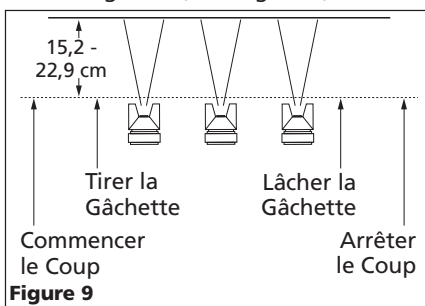

Figure 9
- Tirer correctement sur la gâchette. Commencer le mouvement au début du coup **AVANT DE TIRER SUR LA GÂCHETTE** et la relâcher **AVANT D'ARRÊTER LE MOUVEMENT** à la fin du coup. Cette procédure mélangera chaque coup avec le prochain sans avoir l'apparition de chevauchement ou d'inégalités (Voir Figure 9).